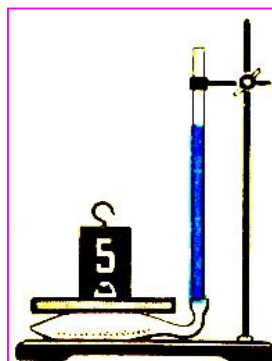

Рис.35.3.Нагруженная футбольная камера.
3. На рис. 35.3 изображена футбольная камера, соединенная с вертикально расположенной стеклянной трубкой. В камере и трубке находится вода. На камеру положена дощечка, а на нее – гиря массой 5 кг. Высота столба воды в трубке 1 м. Определите площадь соприкосновения дощечки с камерой.